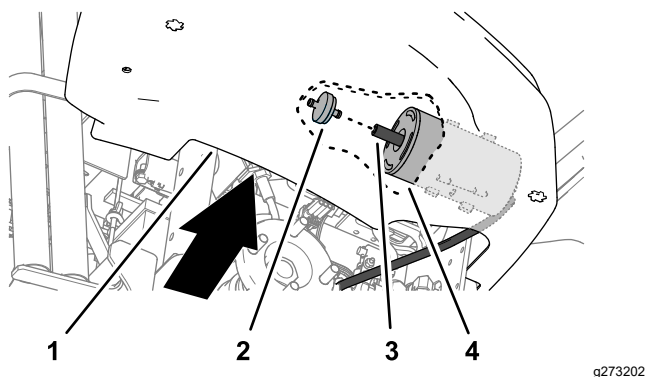

Figura 32
4. Alcançando pela extremidade interna inferior da consola, puxe o filtro do recipiente de carbono para trás e para fora do tubo na extremidade do recipiente de carbono (Figura 32).
5. Insira um novo filtro do recipiente de carbono no tubo na extremidade do recipiente de carbono (Figura 32).